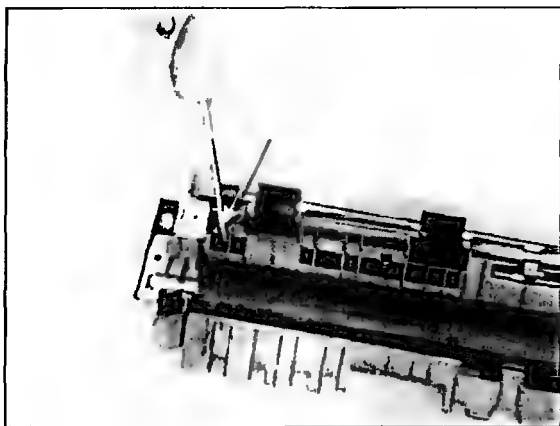

Рис. 8.15
- Устанавливают защелку (рис. 8.15), при этом освободится край направляющей планки выхода бумаги.